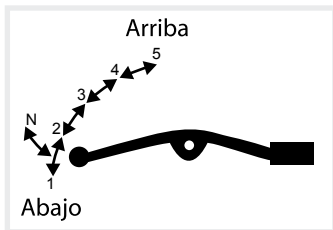

Imagen 38. Cambio de velocidades.
9. Seguir el mismo proceso para meter el siguiente cambio de velocidad. Ver imagen 38.